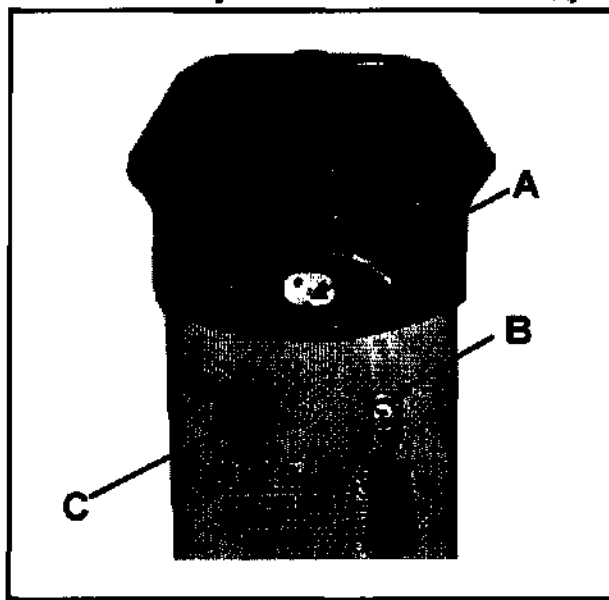

Рис. 6-1. Передняя панель аппарата SMARTLIPO
1. Вставьте ключ в замок на панели – (B) на Рис. 6-1. Не поворачивайте ключ в положение "Г".
2. Убедитесь, что аварийный выключатель (C) на Рис. 6-1 не нажат. В противном случае поверните его по часовой стрелке, чтобы разблокировать аппарат.
3. Вставьте световод в соответствующий разъем ((A) на Рис. 6-1). Подключите воздухопровод к соответствующему разъему ((D) на Рис. 6-1) — выходу воздушного компрессора;